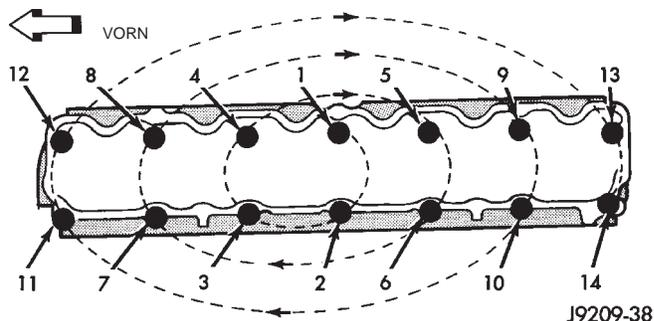

Abb. 53 Anziehreihenfolge der Zylinderkopfschrauben
(3) Schraube 14 muß in Einbaulage fixiert (mit Kleband umwickelt) sein. Zylinderkopf über den Führungsstiften der Dichtung anordnen. Kleband von Schraube 14 entfernen.
(4) Gewinde von Stehbolzen 11 mit Loctite 592 oder gleichwertigem Dichtmittel bestreichen.
(5) Zylinderkopfschrauben in der vorgeschriebenen Reihenfolge festziehen, siehe (Abb. 53).